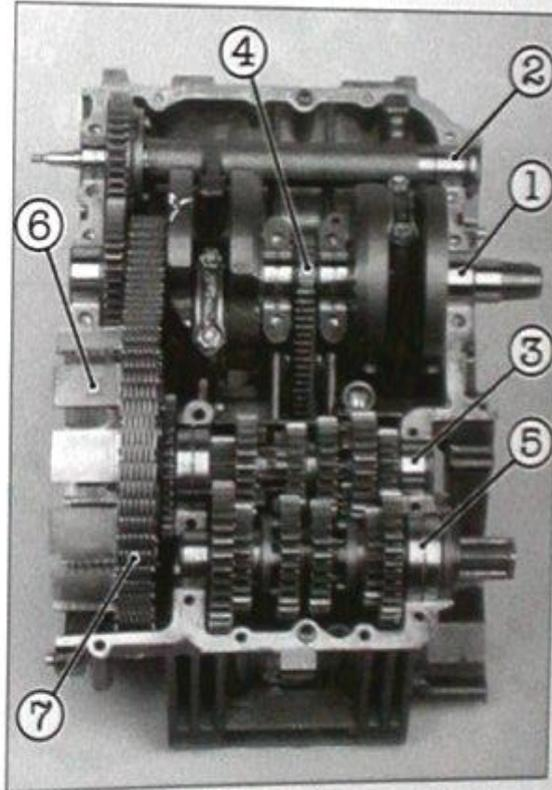

Bild 238
- Ausgleichswelle und Kurbelwelle mit Pleuel samt Steuer- und Primärkette in obere Gehäusehälfte einlegen (Bild 238).